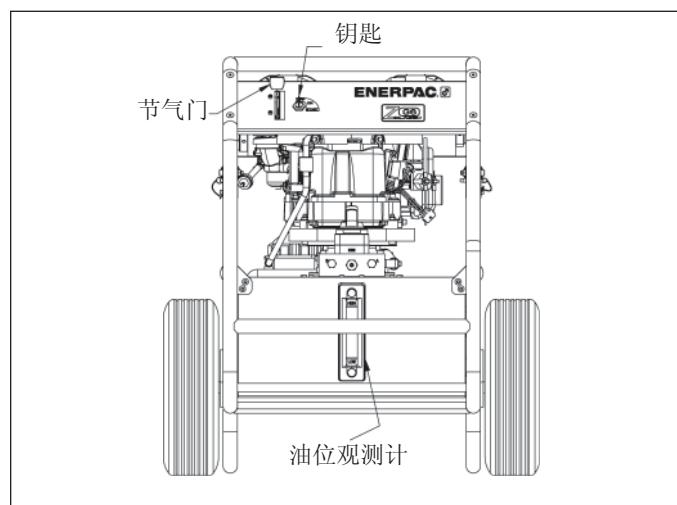

图 6
c. 将节气门降低到最高性能档位。节气门可以降低到档位以下来使发动机怠速运转。（见图 6）